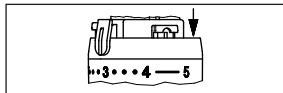

Fig. 8
3. Para limitar el rango de control máximo, el segundo clip limitador debe colocarse en la ranura inmediatamente posterior a la posición “4” (fig. 8).